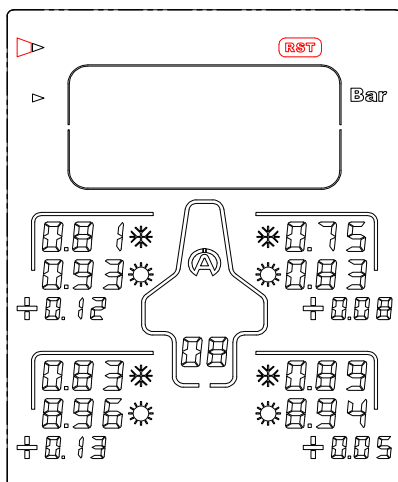

Abbildung 10
- 1) Wählen Sie mit Hilfe der Tasten  das Symbol "**RST**" aus (Abbildung 10).